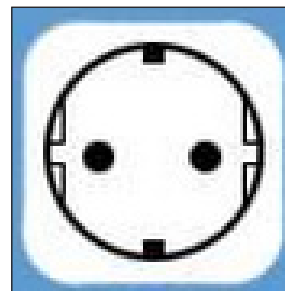

fig. 18 - Tomada Schuko
- é necessária uma tomada de parede Schuko com ligação à terra e proteção separada (fig. 18);